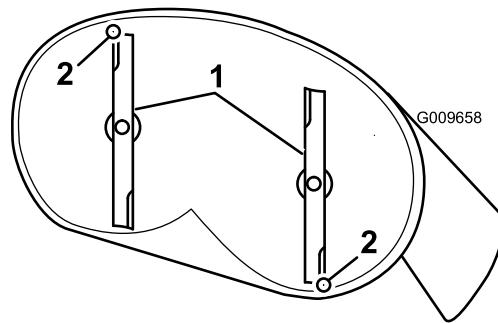
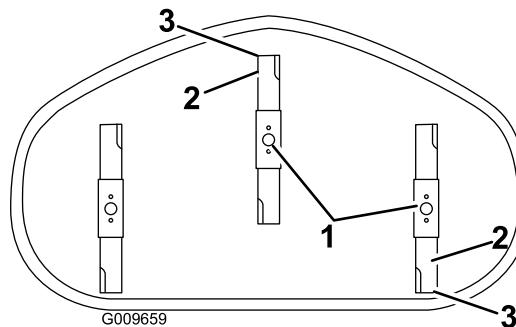

Figura 71
Figura 72
4. Rode cuidadosamente as lâminas para que estejam da frente para trás (Figura 71 e Figura 72).
5. Meça da ponta da lâmina da frente até à superfície plana e da ponta da lâmina de trás até à superfície plana (Figura 71 e Figura 72).
9. Após o ajuste, verifique inclinação entre frente e a traseira, continue a ajustar a porca até que a ponta da lâmina frontal esteja 1,6 a 7,9 mm mais baixa que a ponta da lâmina traseira (Figura 71 e Figura 72).